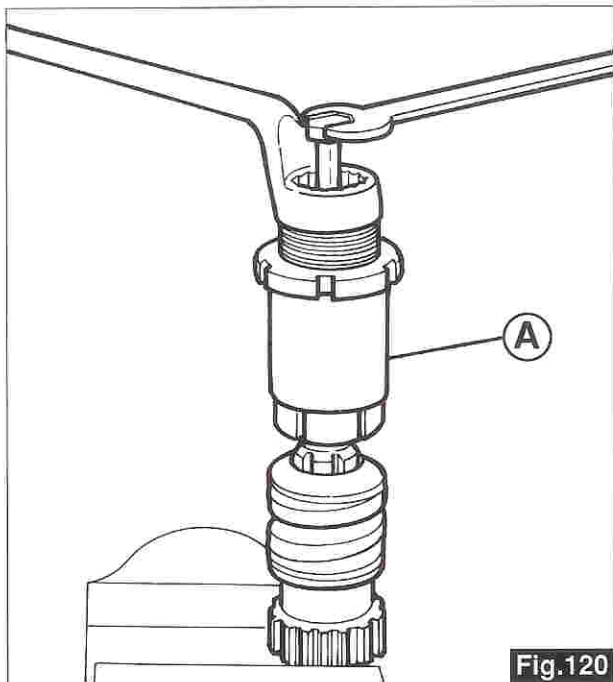
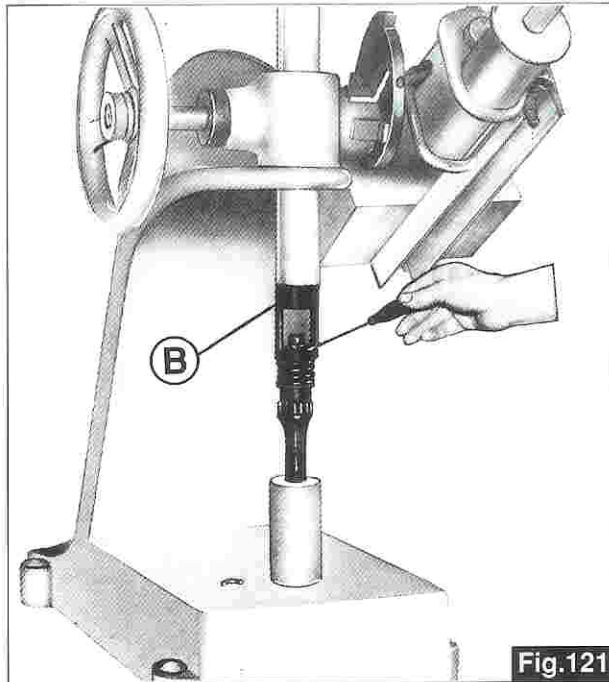
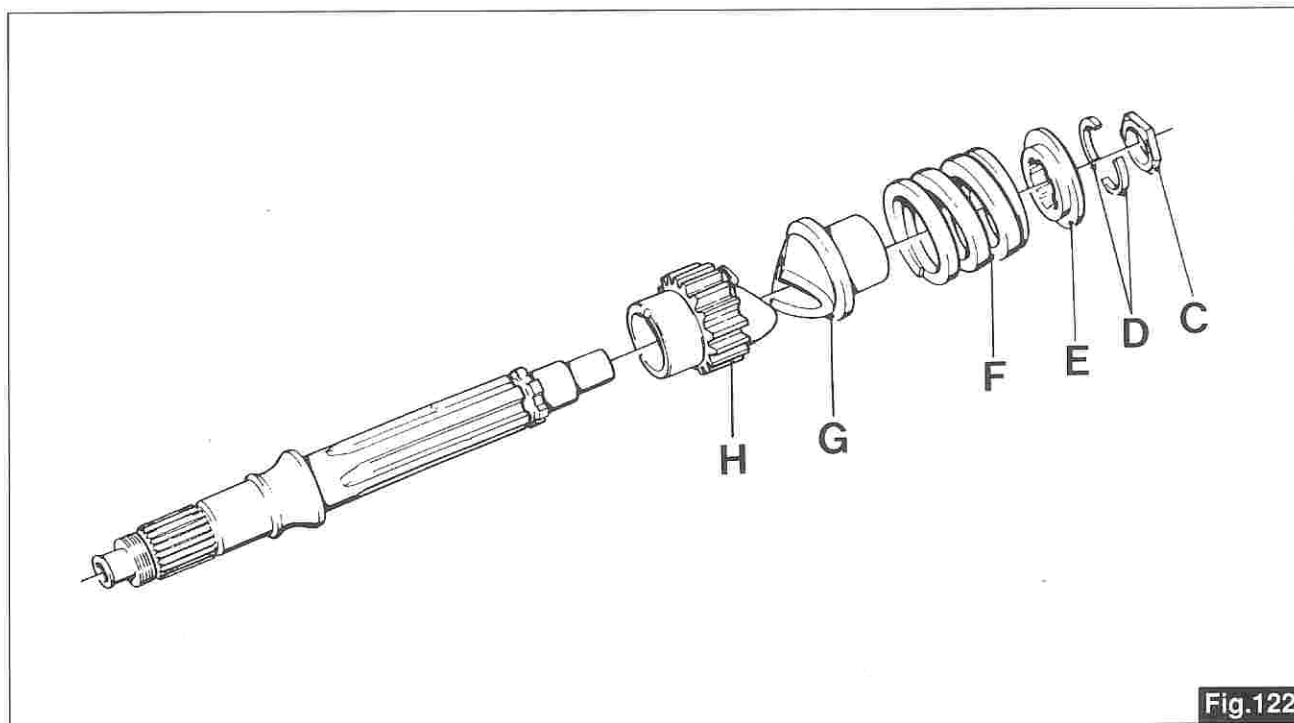

Fig.120
Fig.121
Fig.122
■ a mezzo estrattore N. 14 92 85 00 («A» di fig.120) sfilare la pista interna del cuscinetto a rulli e il dado di spessore («C» di fig.122).
■ porre poi l'albero completo su una pressa e a mezzo apposito estrattore N. 12 90 59 00 («B» di fig.121) comprimere la molla di quel tanto da poter sfilare i due semisettori («D» di fig.122) di tenuta piattello parastrappi e sfilare:
■ Using the extractor, code 14 92 85 00 («A» in fig.120) slide out the internal track of the needle bearings and the shimming nut («C» in fig.122).
■ Place the complete shaft on a press and, using extractor No. 12 90 59 00 («B» in fig.121), compress the spring so that the two flexible coupling sealing plate half sections («D» in fig.122) can be slid out, then slide out: